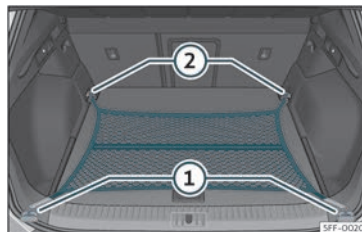

Fig. 112 No maleteiro: bolsa de rede enganchada case tocando o piso.
Se é necesario, despregue previamente as argolas dianteiras»» fig. 112 »» ⚠. A cremalleira da bolsa ten que quedar cara arriba.
- Fixe os ganchos da rede nas argolas de amarre ① e ②»» fig. 112 »» ⚠. A cremalleira da bolsa ten que quedar cara arriba.